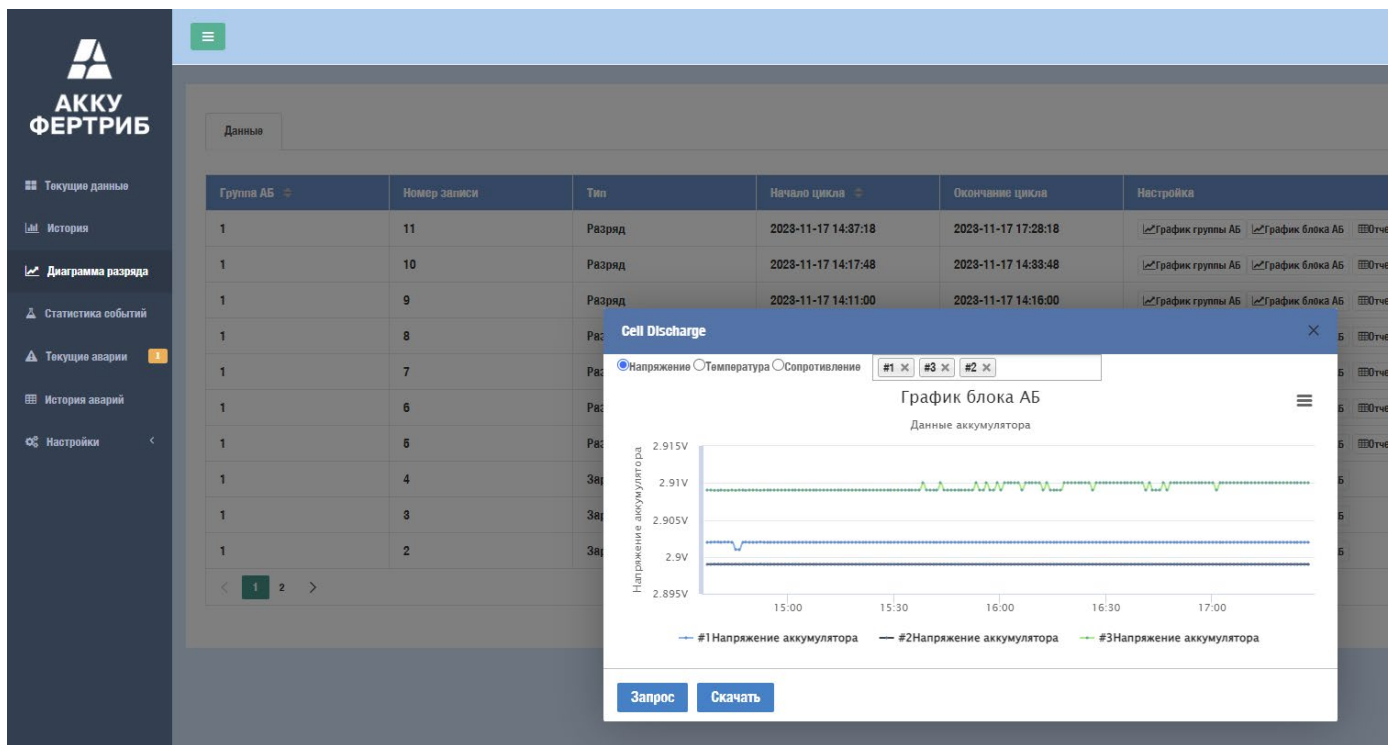

Рисунок 31. Графики зарядов и разрядов
Откроется дополнительное окно, в котором осуществляется выбор требуемого параметра для построения графика (см. **Рисунок 31**).
- Нажмите на «Три полоски» в правом верхнем углу окна требуемого графика (см. **Рисунок 31**);